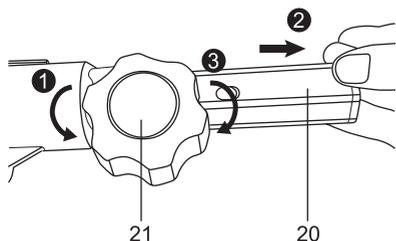

Fig. 2
3. Desserrez la molette de blocage (21) en la tournant dans le sens inverse des aiguilles d'une montre, retirez la barre d'extension (20). Attention, la barre peut se rétracter brusquement. Ensuite, resserrez la molette de blocage (21) en la tournant dans le sens des aiguilles d'une montre. (Fig. 2)